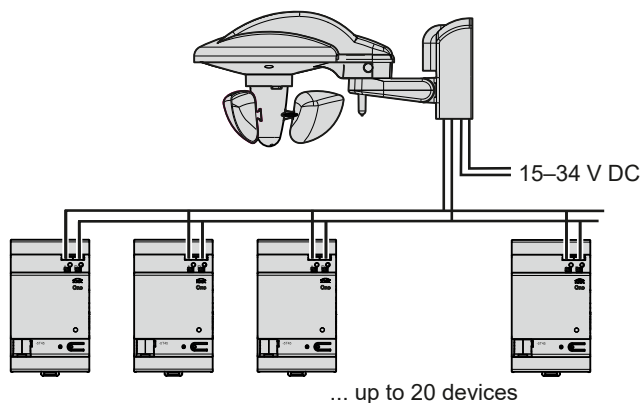

Bild 5: Anschluss Wettersensor mit Wetterzentrale
1. Wetterzentrale: gemäß Abbildung anschließen, Bild 4 und Bild 5.